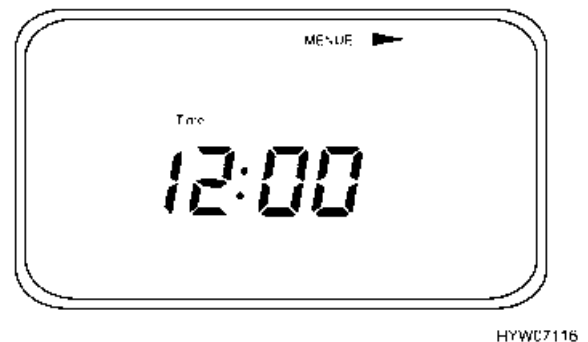

Bild 60 Einstellungs-Menü (Seite 2)
- Die Taste "MENUE" (Bild 55,3) länger als 3 Sekunden drücken: das Einstellungs-Menü (Bild 60) erscheint.